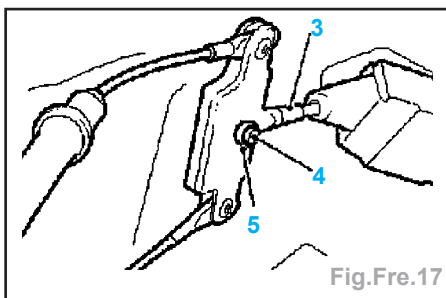

Fig.Fre.17
- décrocher le câble (2),
- retirer le câble Bowden (3).
- Enlever le clip (4) (Fig.Fre.17).
- Retirer l'axe de raccordement (5).